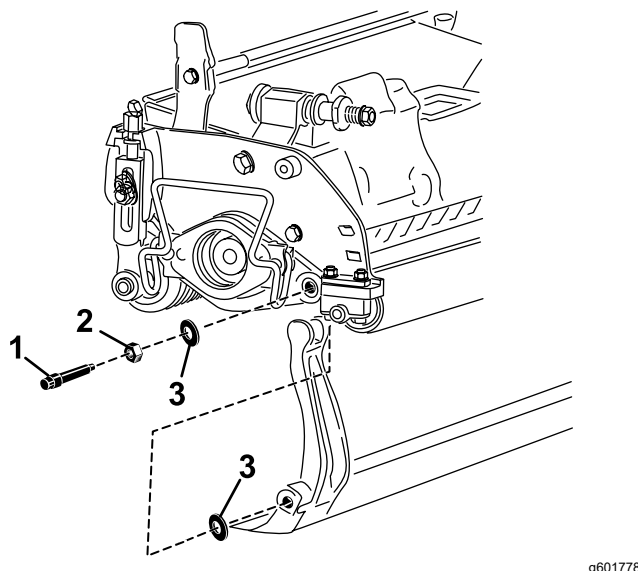

Figura 15
Guarde las 2 arandelas de nylon de cada extremo de la barra de asiento (Figura 15).
- 3. Coloque una arandela de nylon en cada lado del saliente de la placa lateral. Coloque una arandela de acero por fuera de cada arandela de nylon (Figura 15).